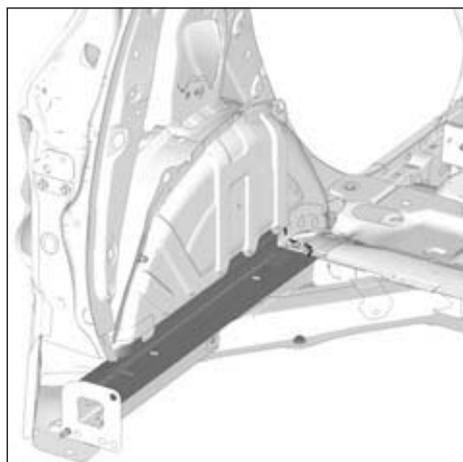

FIG.186
- Respecter les lignes de coupe (Fig.186).